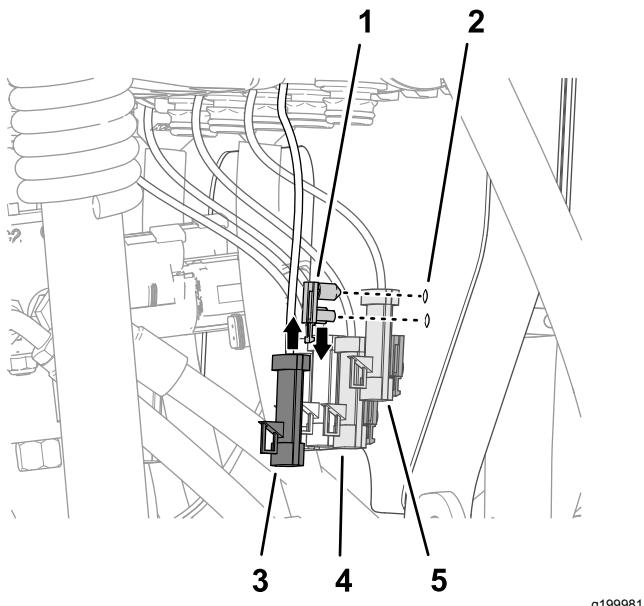

Figure 115
1. Insérez les fixations à pression d'ancrage des connecteurs dans les trous du support de vannes (Figure 115).